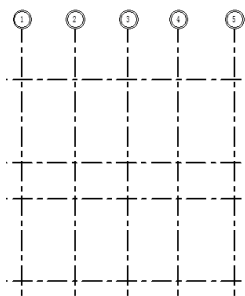

图2-24 添加标头
- 07 单击“确定”按钮关闭对话框，在绘图区域中观察为轴线添加标头的效果，发现只在轴线的一端添加了标头，如图2-24所示。